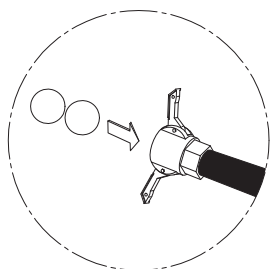

Fig. 13
- Insérer dans les tuyauteries encore pleines de matériau deux éponges de lavage et remonter la tuyauterie dans le collecteur (Fig. 13).